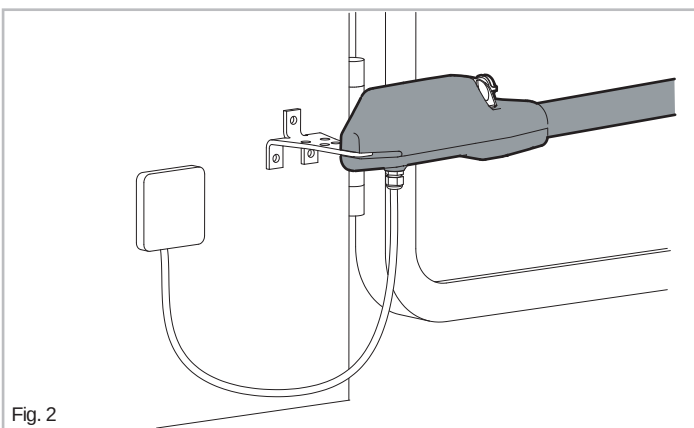

Fig. 2
- Assurez-vous que le câble d'alimentation du moteur ne soit pas trop tendu en aucune position de manœuvre, avec une large courbe vers le bas pour éviter toute rupture et reflux de l'eau. (Fig. 2)